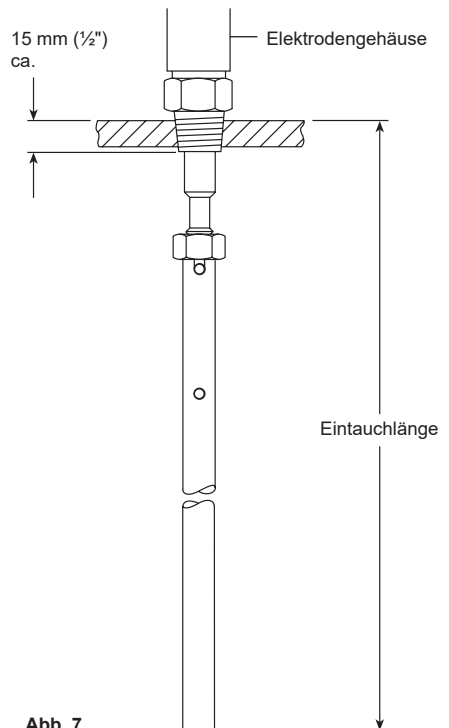

Abb. 7
- Die Elektrodenspitze auf die Elektrode schrauben, bis die Bohrung in der Elektrode mit dem Boden des Schlitzes in der Elektrodenspitze ausgerichtet ist (siehe Abb. 7).
- Die Elektrodenspitze mit einer feinen Bügelsäge auf diese Länge kürzen (siehe Abb. 7).